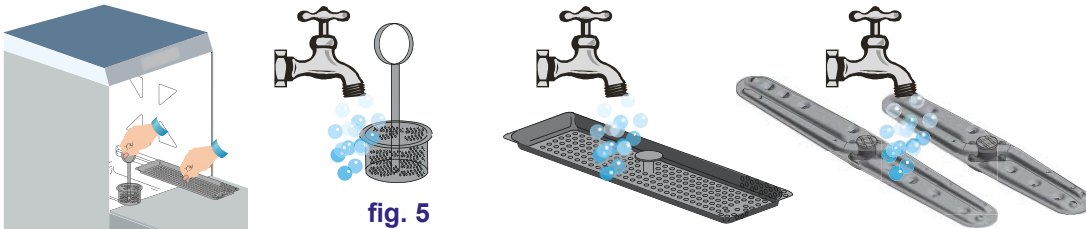

fig. 5
- Retirer le filtre de la pompe et le nettoyer avec une brosse sous l'eau courante (voir fig. 5).
- Retirer les couronnes en agissant sur les vis de fixation, nettoyer soigneusement les gicleur de lavage et les rincer sous l'eau courante (voir fig. 5).